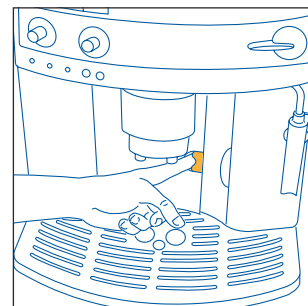
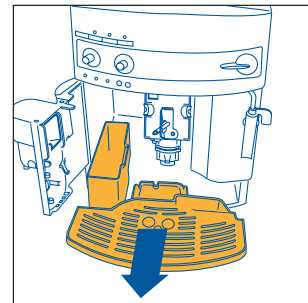

Abb. 15
Abb. 16
HINWEIS 7: Die Kaffeemaschine zählt die Anzahl der ausgegebenen Kaffees. Alle 14 einzeln (oder 7 paarweise) zubereitete Kaffees, leuchtet die Kontrollanzeige  konstant auf (siehe Kap. 12 Punkt 3), um anzuzeigen, dass der Kaffeesatzbehälter voll ist und entleert sowie gereinigt werden muss. Solange der Kaffeesatzbehälter nicht gereinigt wird, bleibt die Kontrollanzeige eingeschaltet, und es kann kein Kaffee zubereitet werden. Zur Reinigung, die Serviceklappe durch Ziehen am entsprechenden Griff auf der Vorderseite öffnen (Abb. 15); daraufhin schaltet sich die blinkende Kontrollanzeige  ein (siehe Abschn. 12 Punkt 9); dann die Abtropfschale entnehmen (Abb. 16) und reinigen. Entleeren und reinigen Sie sorgfältig den Kaffeesatzbehälter, wobei darauf zu achten ist, dass alle sich auf dem Boden abgelagerten Rückstände beseitigt werden. Trocknen Sie zudem die eventuell in der Maschine unter der Abtropfschale sich angesammelten Kondenswassertropfen ab.
- Die Serviceklappe öffnen (Abb. 15);
- Die Abtropfschale und den Kaffeesatzbehälter entnehmen (Abb. 16) und reinigen;